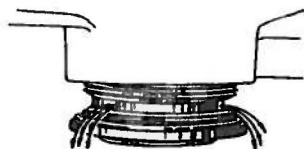

Fig. 14
Nell'operazione 1. paragrafo c), avere l'avvertenza di non svitare subito completamente il tappo in modo che la maggior parte dell'olio possa uscire dalle feritoie laterali del tappo stesso (fig. 14).
d) Montaggio della bacinella (Fig. 14)